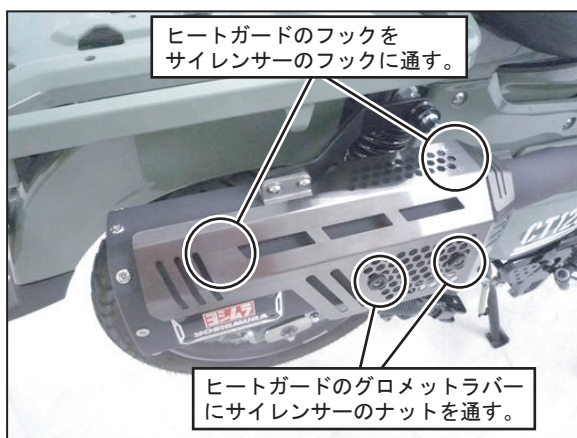

FIG. 19
次に②サイレンサーのナット部分を手順14で⑬サイレンサーヒートガードに取り付けた⑮グロメットラバーに通し、⑭ボタンボルトM6×12、⑦SUSワッシャM6×13を使用して規定トルクで締め付けて下さい。(FIG. 19, 20参照)